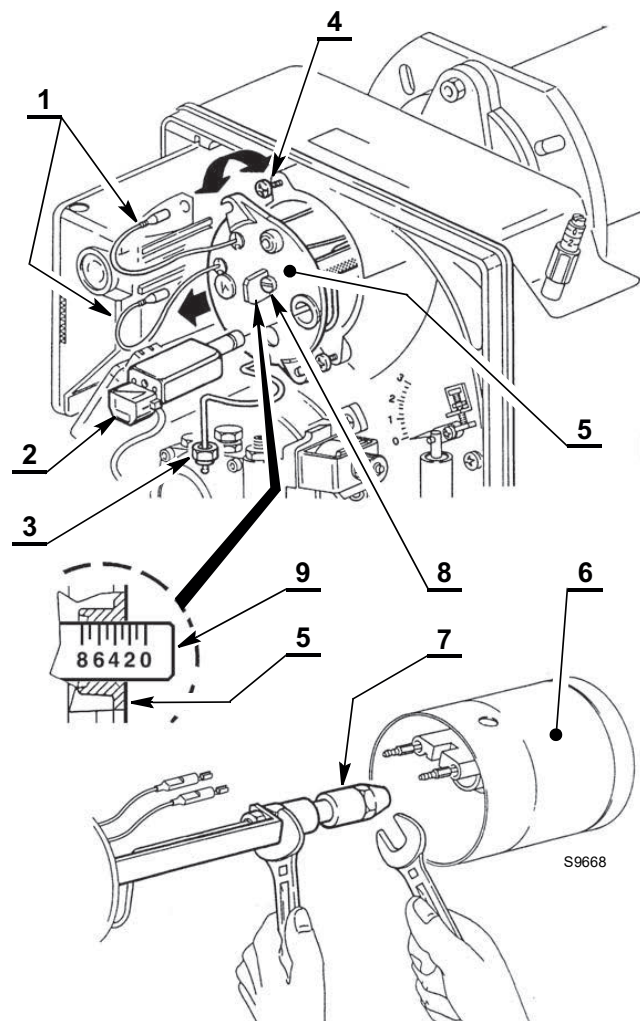

Fig. 16
Pentru a avea acces la duză, trebuie efectuați următorii pași (Fig. 16):
- Scoateți cablurile 1) de la controlul flăcării, senzorul de flacără 2)(Fig. 16) și deșurubați piulița 3) de la pompă.
- Înlocuiți duza 7)(Fig. 16) în timp ce țineți suportul duzei cu ajutorul unei chei.